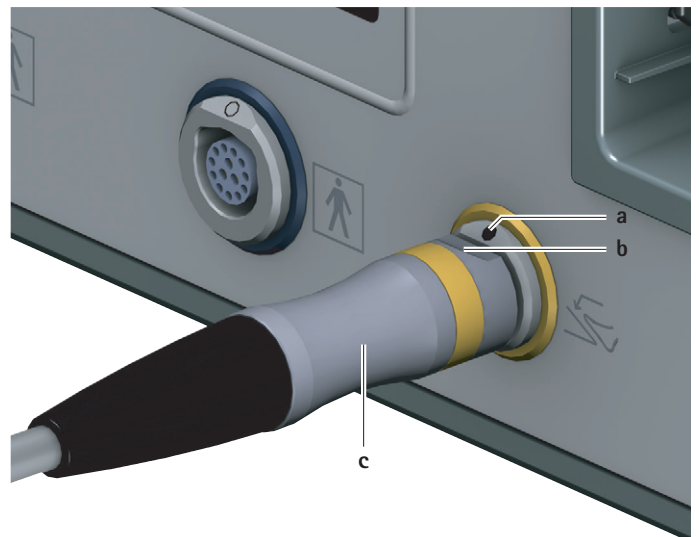

Abb. 2 Fußsteuerung anschließen
- Stecker der Fußsteuerung c so ausrichten, dass die Markierung b auf dem Stecker mit der Markierung a auf der Anschlussbuchse Fußsteuerung 6 übereinstimmt, siehe Abb. 2.
- Stecker der Fußsteuerung **c** aus Anschlussbuchse Fußsteuerung **6** ziehen, siehe Abb. 2.